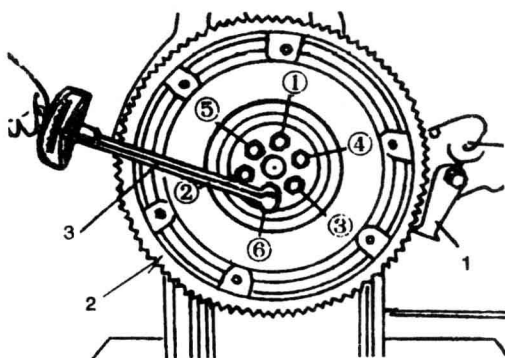

图 2-3 安装飞轮
(1) 在曲轴后端凸缘盘上装上飞轮安装定位销,并在凸缘盘的变速器输入轴支承孔内涂注 ZL-2 锂基润滑脂至该孔容积的 60%。
(2) 将飞轮安放到曲轴凸缘盘上,旋上 6 个固定螺栓,并装上飞轮止动器,然后用扭力扳手拧紧螺栓,如图 2-3。螺栓的拧紧力矩为 $39.2 \sim 44.1 \text{ N} \cdot \text{m}$ 。